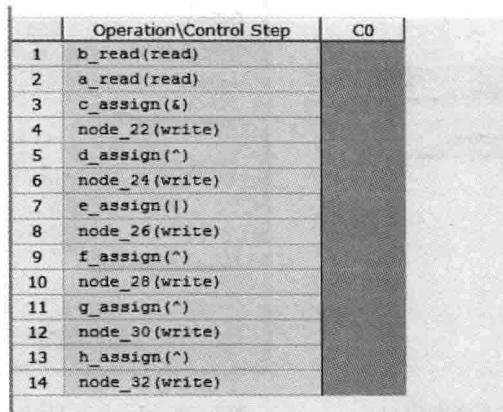

图 5.74 数据操作调度图
- (1) 在 Vivado HLS 主界面主菜单下,选择 Solution→Open Analysis Perspective,或者单击 **Analysis** 按钮。
- (2) 如图 5.74 所示,打开数据调度图。在 C0 周期内,共进行了 14 个操作,包括读取 a 和 b,以及逻辑结果的分配。